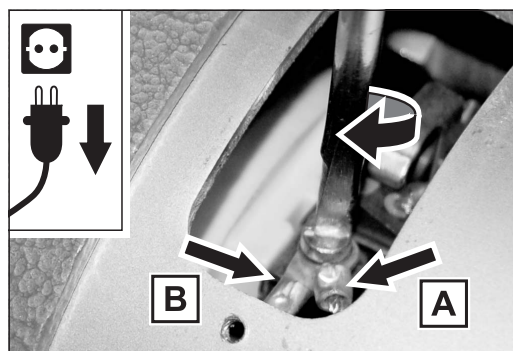

Abb. 65 Das Kabel der Kohlebürste (A) zusammen mit dem Kabel der Motorwicklung (B) festschrauben. **Darauf achten, dass keine Teile in den Motor fallen!**
- 9 Schrauben Sie das Kabel der Kohlebürste (Abb. 65, A) **zusammen** mit dem Kabel der Motorwicklung (Abb. 65, B) wieder fest.